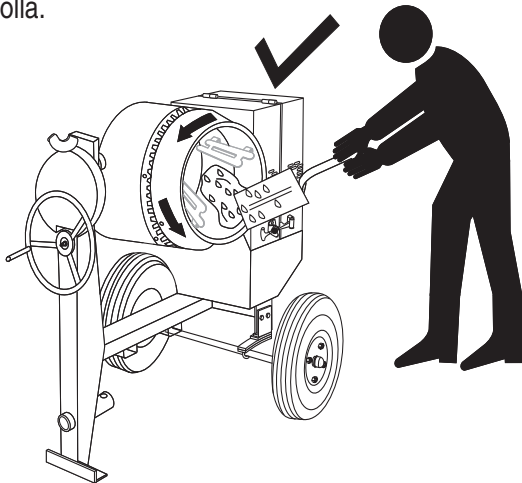

Figura 20. Llenando la olla mezcladora
2. Mientras la olla gira, use una pala (Figura 20) para colocar el cemento dentro de la olla, agregue agua según se requiera. Tenga cuidado de colocar solo la punta de la pala dentro de la olla.